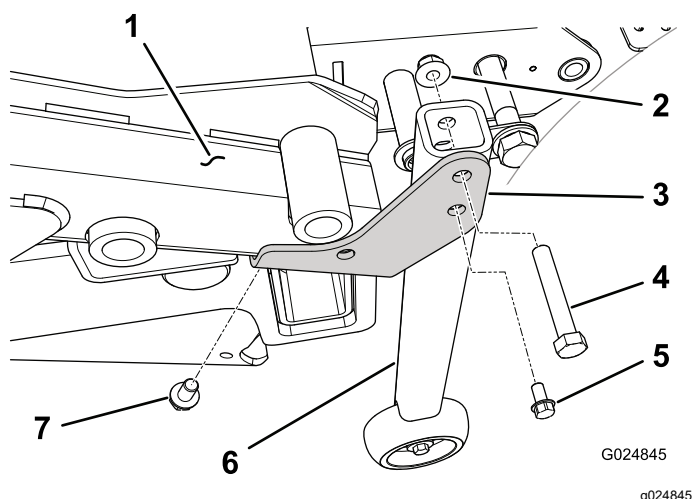

Figure 48
3. Pour les groupes de déplacement dont le numéro de série est postérieur à 313000001, fixez un support de conversion (droit ou gauche) à la face inférieure du coin arrière approprié du cadre du tablier à l'aide d'une vis autotaraudeuse ($\frac{3}{8}$ x $\frac{5}{8}$ po) (Figure 48).
- Fixez le galet à chaque support de conversion à l'aide d'un boulon ($\frac{3}{8}$ x $2\frac{1}{4}$ po) et d'un écrou à embase (Figure 48).